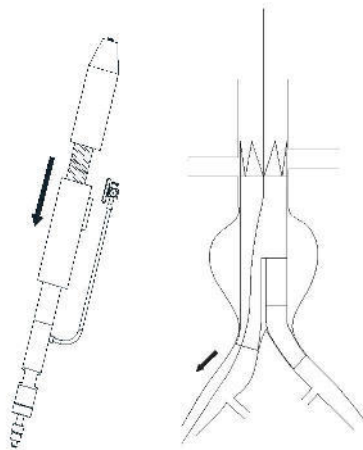

Рис. 12. Развертывание длинной ветви стент-графта AAA
- Выполнить быстрое развертывание длинной ветви стент-графта AAA. Удерживать переднюю ручку системы доставки неподвижно, затем разблокировать спусковой крючок и потянуть ползунковый захват вдоль винтовой передачи, чтобы выполнить полное развертывание стент-графта (Рис. 12).